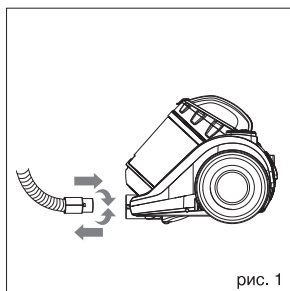

рис. 1
- Вставьте наконечник гибкого шланга (10) в воздухозаборное отверстие (9) и поверните его по часовой стрелке до упора (рис. 1). Для